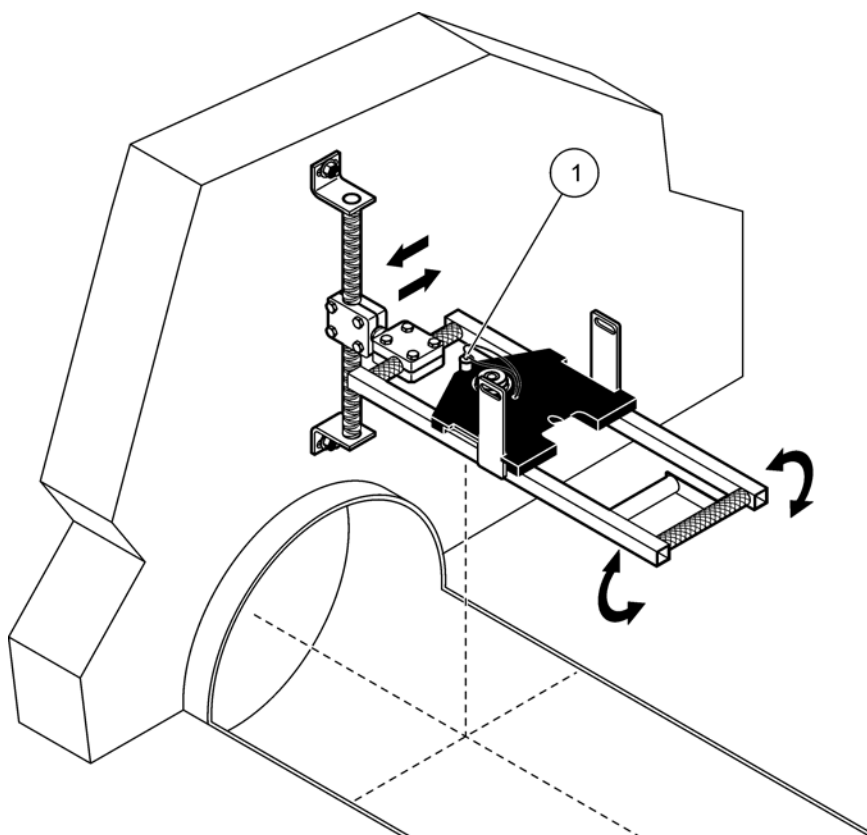

Figure 4 Réglages du capteur de niveau
3. Mettez le pointeur laser sous tension. Réglez le support de sorte que le faisceau laser arrive au milieu du flux (tuyau). Utilisez un mètre ruban pour trouver le milieu. Le mouvement latéral et la rotation le long de l'axe long du support permettent de centrer le faisceau comme indiqué à la Figure 4